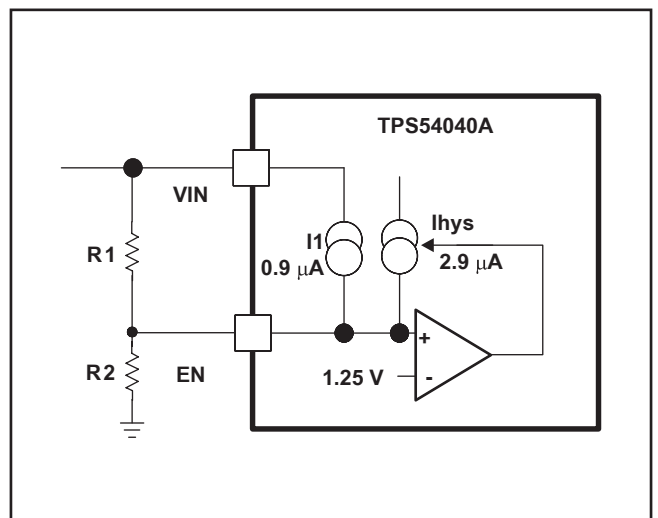

図 28. 調整可能な低電圧誤動作防止 (UVLO)
VINピンの電圧が2.5Vを下回ると、TPS54040Aはディスエーブルになります。アプリケーションで、より高い値での低電圧誤動作防止 (UVLO) を必要とする場合は、図28のようにENピンを使用し、2個の外付け抵抗で入力電圧UVLOを調整します。UVLO調整抵抗の使用は必須ではありませんが、一貫したパワーアップ動作を実現するために強く推奨します。ENピンには0.9 μ Aの内部プルアップ電流源I1があり、ENピンがフローティングのときにTPS54040Aが動作するデフォルト状態を提供します。ENピンの電圧が1.25Vを超えると、2.9 μ AのヒステリシスI_{hys}が追加されます。この追加電流により、入力電圧のヒステリシスを実現できます。入力電圧の外部ヒステリシスは、式 (2) を使って設定します。入力スタート電圧は、式 (3) を使って設定します。